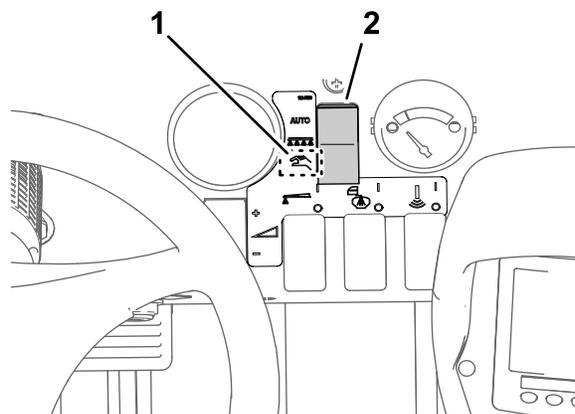

Figura 31
2. Mueva el interruptor del modo de fumigación al modo manual (Figura 31).